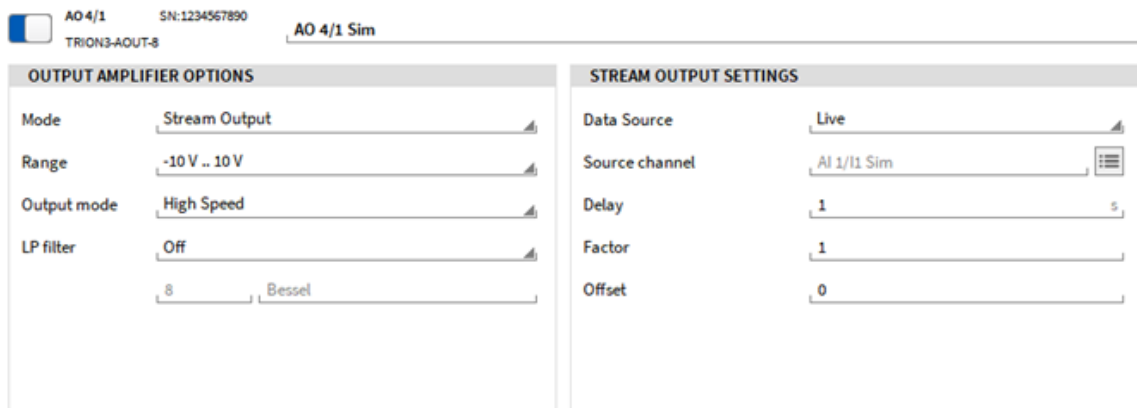

Abb. 4.12: Kanaleinstellungen für den Stream Output Modus
- Öffnen Sie die Kanaleinstellungen jedes Kanals, welcher als Stream Output Kanal verwendet werden soll (siehe Abb. 4.12).